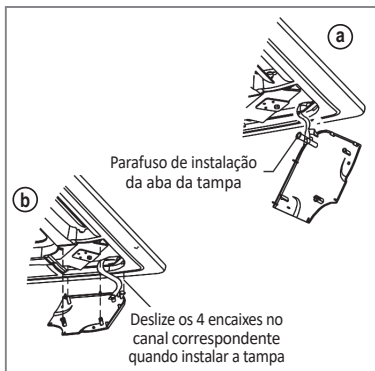

FIG. 29
- Aperte os parafusos do cabo da tampa de instalação (Fig. 29 - Detalhe a).
- Pressione levemente a tampa para a instalação do painel (Fig. 29 - Detalhe b).